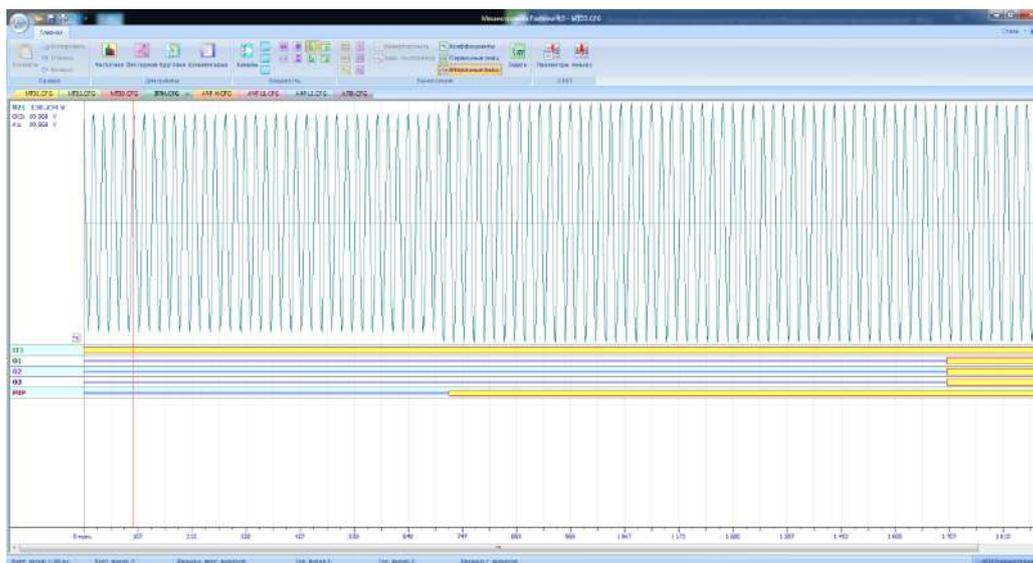

Рисунок 3.16 – Осциллограмма срабатывания ЗПН первой ступени
18. Открыть приложение FastView.exe, в меню программы выбрать пункт «Открыть» и выбрать сохраненные осциллограммы, результаты должны быть подобными изображениям на рис. 3.16–3.18. Полученные осциллограммы проанализировать и приложить к отчету по лабораторной работе.